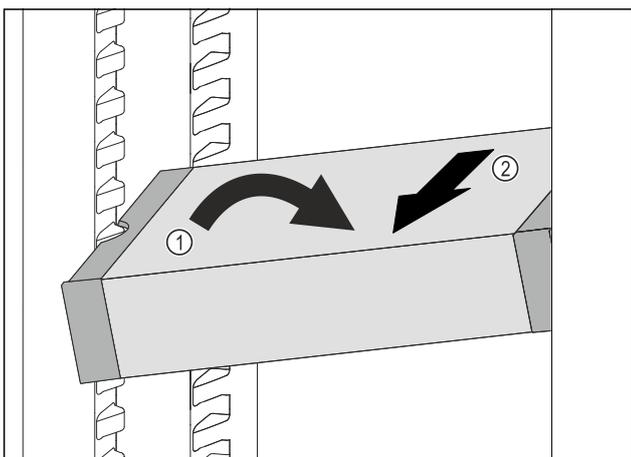

Fig. 117
- Incliner le VarioSafe dans la partie réfrigérateur. Fig. 117 (1)
- Sortir le tiroir VarioSafe par l'avant. Fig. 117 (2)